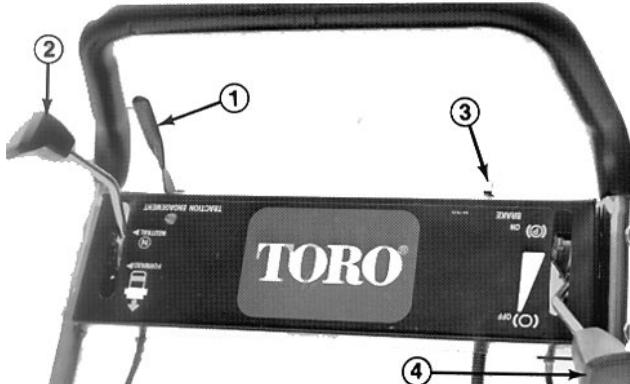
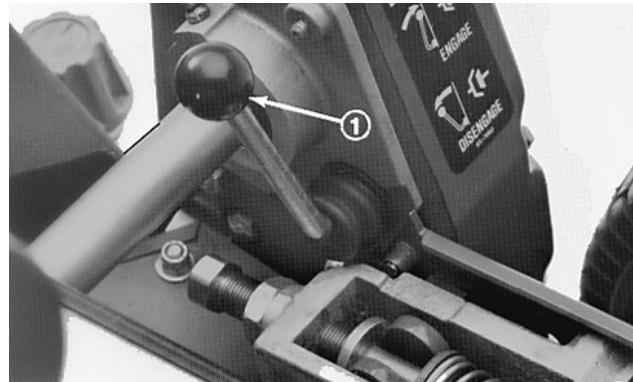

Fig. 12
Fig. 13
Leva di innesto della trazione (Fig. 12)—Si trova a destra, sul davanti del pannello di controllo. La leva ha due posizioni: NEUTRAL e FORWARD (folle e avanti). Spingere la leva in avanti per innestare la trazione.
Interruttore (Fig. 12)—Si trova a sinistra, sul retro del pannello di comando. Spostare l'interruttore su ON per avviare il motore e su OFF per arrestarlo.
Freno di esercizio/stazionamento (Fig. 12)—Si trova a sinistra, sul davanti del pannello di comando. Utilizzare il freno per rallentare o fermare la macchina. Il freno può essere utilizzato anche come freno di stazionamento: riportare la leva al centro per ingranare il freno di stazionamento.
Leva del gas (Fig. 12)—Si trova a destra, sul retro del pannello di comando. Il comando ha due posizioni: SLOW e FAST (minimo e veloce). Il numero di giri del motore può essere commutato fra le due registrazioni.
Leva di innesto trasmissione cilindro (Fig. 13)—Si trova sull'angolo anteriore destro della macchina. La leva ha due posizioni: INNESTO e DISINNESTO. Alzare la leva per innestare il cilindro, ed abbassarla per disinnestarla.
1. Verificare che le leve della trazione (Fig. 12) e di trasmissione del cilindro (Fig. 13) si trovino in posizione DISENGAGED (disinnestato).
3. Spostare l'interruttore su ON (Fig. 12).
4. Spostare il comando del gas su FAST (marcia) (Fig. 12).